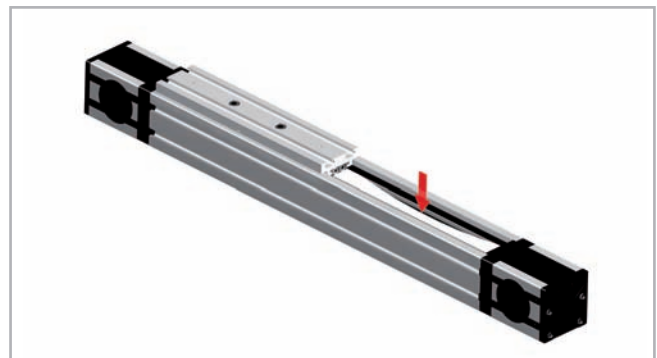

Abb. 72
2. Drücken Sie den Zahnriemen in Höhe des halben Verfahrensweges etwas ein, damit Sie die innenliegenden Schienen sehen können (s. Abb. 72). Evtl. ist die Riemenspannung zu lösen oder zu lockern. Siehe hierzu Kapitel Riemenspannung (s. S. US-63).